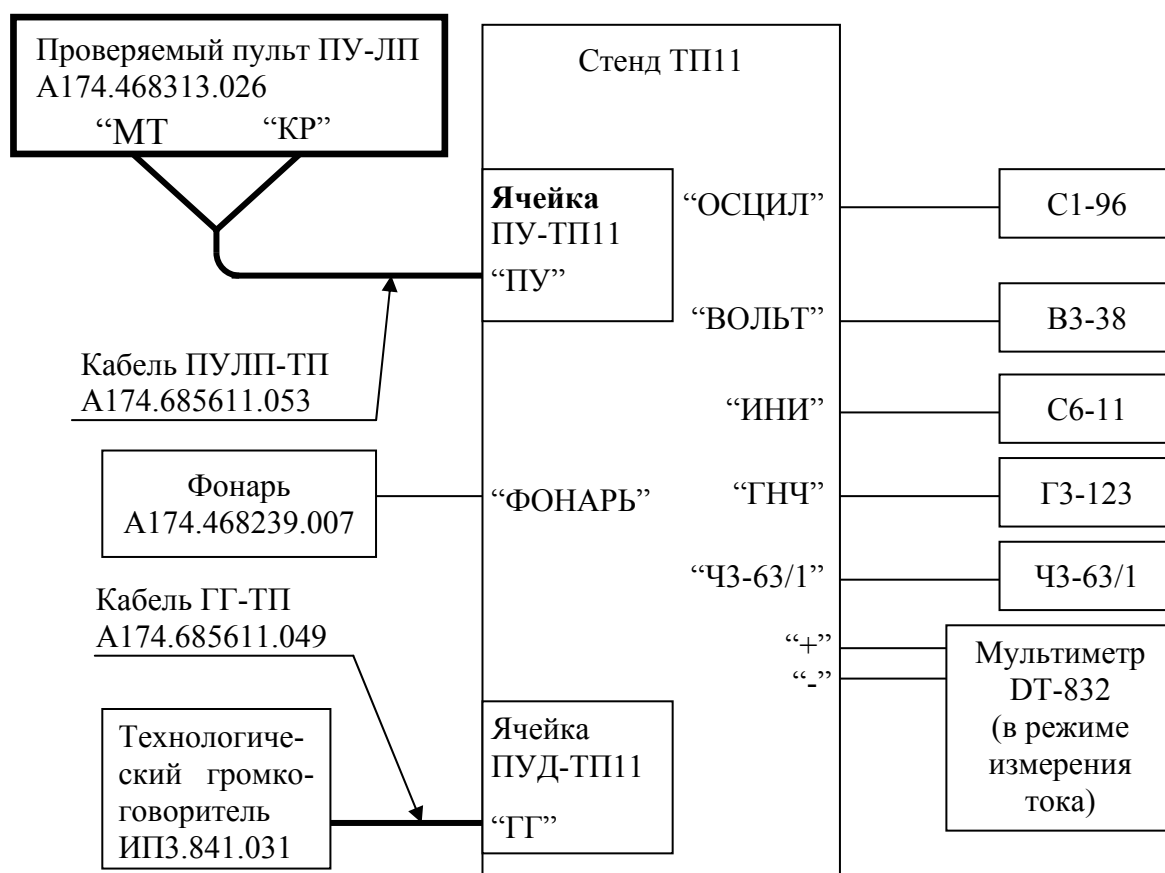

Рисунок 1. – Подключение приборов
1.1. Подключите проверяемый пульт ПУ-ЛП А174.468313.026 (далее пульт ПУ-ЛП) к стенду ТП11 системы технического обслуживания и ремонта СТОР-КРП А174.468239.006 А174.464424.007 ТУ (см. рис. 1), при этом в качестве технологического громкоговорителя ИПЗ.841.031 используется громкоговоритель из состава радиостанции, а кабели из комплекта поставки стенда ТП11.